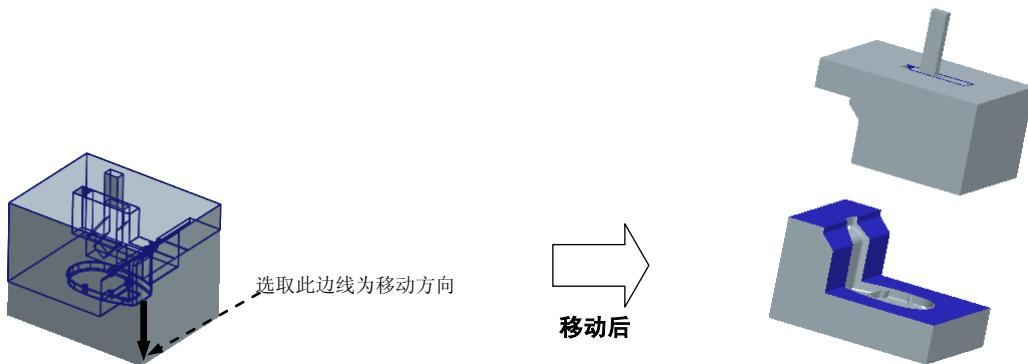

图 26.33 移动下模、弯杆和滑块
Step4. 在系统的提示下,选取图 26.33 所示的边线为移动方向,然后在系统的提示下输入要移动的距离值-200。
Step5. 在 **▼ DEFINE STEP (定义步骤)** 菜单中选择 **Done (完成)** 命令,移出后的状态如图 26.33 所示。